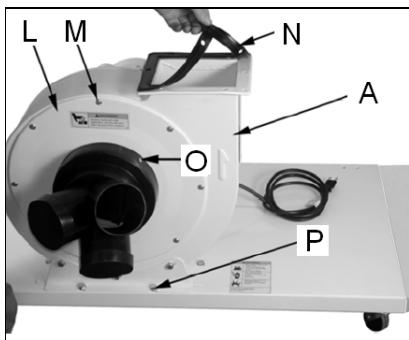

Рис. 3
Прикрепите блок двигателя и крыльчатки (A, Рис. 3) к основанию при помощи 4 винтов с шестигранной головкой (P) и шайб.